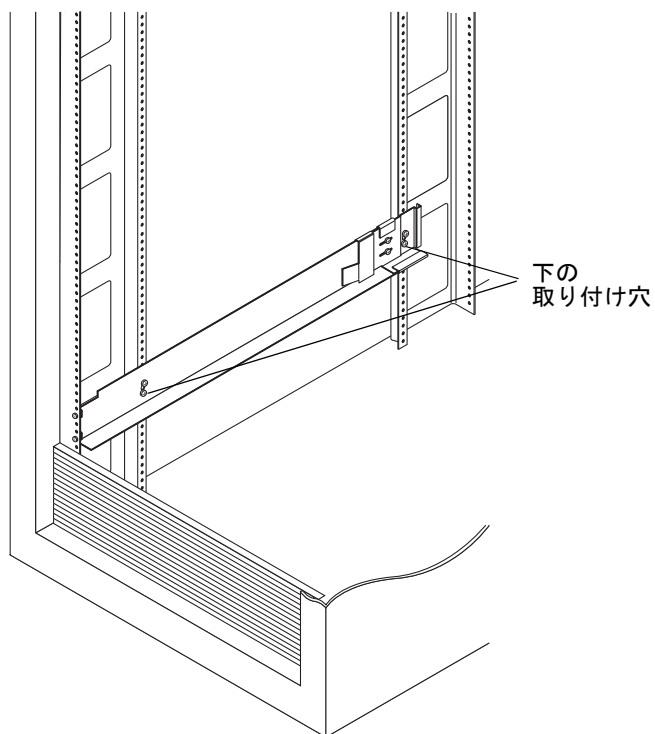

図 2-6 キャビネットの下部取り付け穴へのねじの挿入
10. プラスのねじ回し (Phillips の 2 番) を使用して、側面レールの下の取り付け穴に 2 本の 10-32 ねじを挿入します (図 2-6)。最初のトレーには 8 番の穴、2 番めのトレーには 11 番の穴を使用してください。右側のレールに対しても同じ手順を実行します。